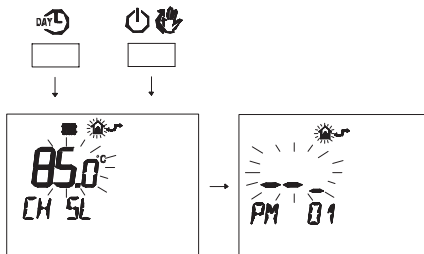

Figura 5.51
- Premere contemporaneamente i pulsanti  e  per entrare nella programmazione trasparente (Figura 5.51).